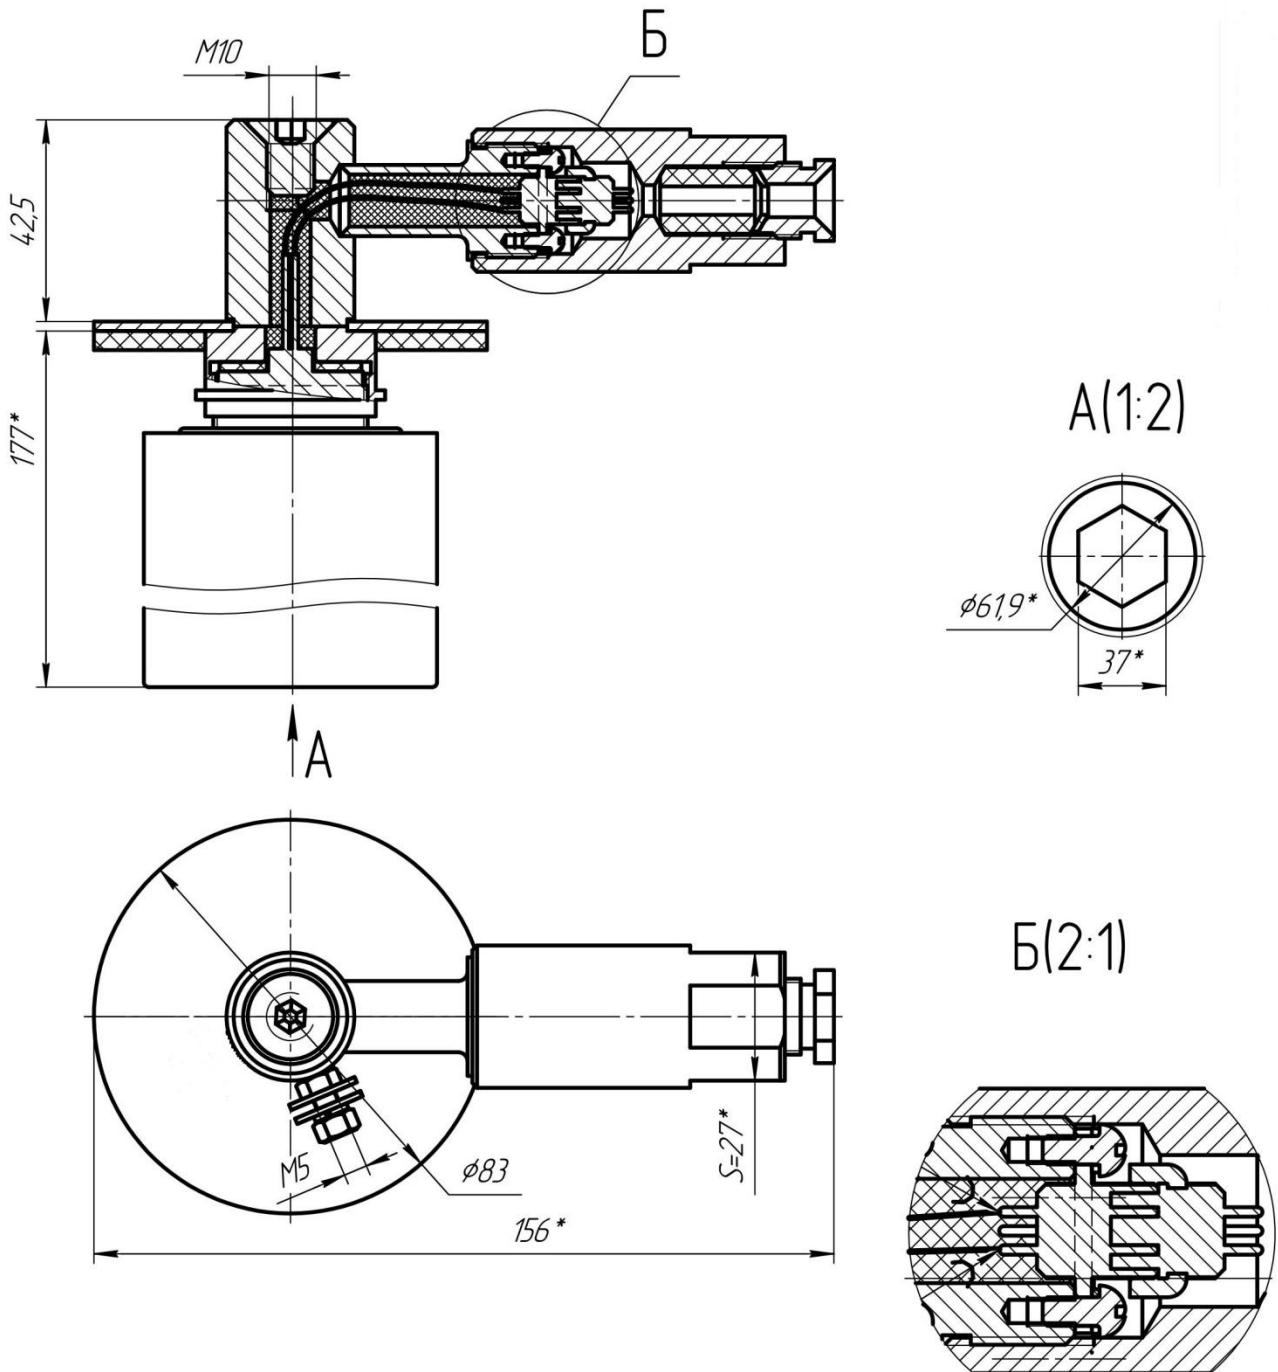

Рис. 2. Чертеж средств взрывозащиты модуля «ТРВ-Гарант»
**3.3 Взрывозащищенность модуля (рис.2) пожаротушения тонкораспыленной водой МУПТВ достигается применением видов взрывозащиты «взрывонепроницаемая оболочка», по ГОСТ Р 52350.1-2005, «искробезопасная электрическая цепь» по ГОСТ Р 52350.11-2005, специального вида взрывозащиты по ГОСТ 22782.3-77 и соблюдением особых условий безопасной эксплуатации, а также выполнением общих технических требований к взрывозащищенному электрооборудованию по ГОСТ Р 52350.0-2005.**